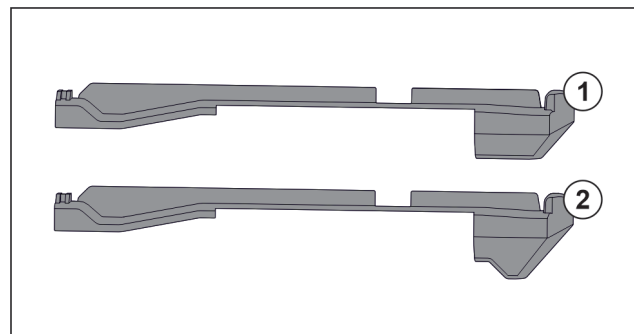

Fig. 220 Confronto degli elementi inseribili
Nell'apparecchiatura si trovano due diversi elementi inseribili. L'elemento inseribile sopra il cassetto più in basso Fig. 220 (2) presenta un bordo triangolare. Tutti gli altri elementi inseribili Fig. 220 (1) dispongono di un bordo dritto.
- Applicare l'elemento inseribile Fig. 220 (2) con il bordo triangolare sopra il cassetto più in basso.
- Applicare l'elemento inseribile Fig. 220 (1) con il bordo dritto su tutti gli altri punti.